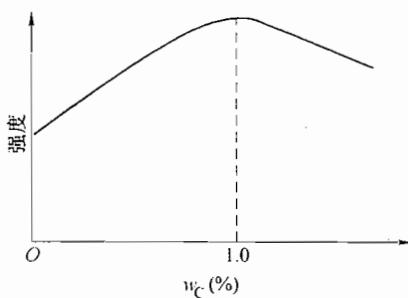

图 26-4 第二题第 6 小题解答图
6. 如图 26-4 所示，强度随碳含量增加先增高后下降，在碳含量约 1.0% 时为强度极大值。强度的这种变化与平衡态碳钢中的组织随碳含量变化有关：当 $w_c < 0.77\%$ 时，钢中的组织为铁素体 + 珠光体，且珠光体的质量分数随碳含量增高而增大，而珠光体在钢中起强化作用，故强度随碳含量增加而增高；当 $w_c > 0.77\%$ 后，钢中的组织为二次渗碳体 + 珠光体，二次渗碳体以网状分割珠光体，且二次渗碳体的质量分数随碳含量增高而增大。渗碳体硬而脆，少量不连续分布的二次渗碳体起强化作用，故强度随碳含量增加继续增高；但当 $w_c \geq 1.0\%$ 后，二次渗碳体的质量分数增加到呈连续网状分布，则会在外力作用下首先断裂形成微裂纹，故强度下降。